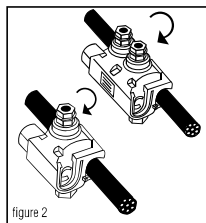

figure 2
- Position the main (or feeder) side of the connector around the run cable and tighten the bolt finger tight. **See figure 2.** If required, loosen the bolt slightly to allow the connector to open completely. **DISASSEMBLY NOT RECOMMENDED.** The plastic "Turbo" spacer holds the connector open which eases installation and ensures proper connections.
- Coloque el lado principal (o de alimentación) del conector alrededor del cual se hace la derivación y apriete firmemente el dedo del perno. **Vea la ilustración 2.** Si hace falta, afloje el perno ligeramente para permitir que el conector se abra completamente. **NO ES RECOMENDABLE DESARMAR EL CONECTOR.** El espaciador "turbo" de plástico mantiene al conector abierto, lo cual facilita la instalación y asegura que las conexiones se hagan correctamente.